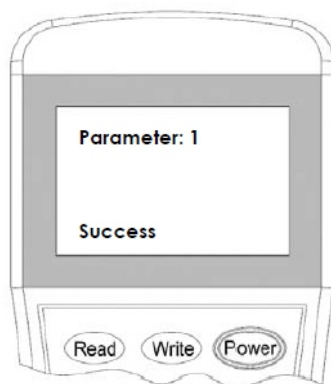

Figura 8
4. Insira “1” e pressione “Write” para alterar a configuração (Figura 8) e o LED apagará. Para retomar a configuração padrão, pressione “Clear” e depois pressione “Write”.